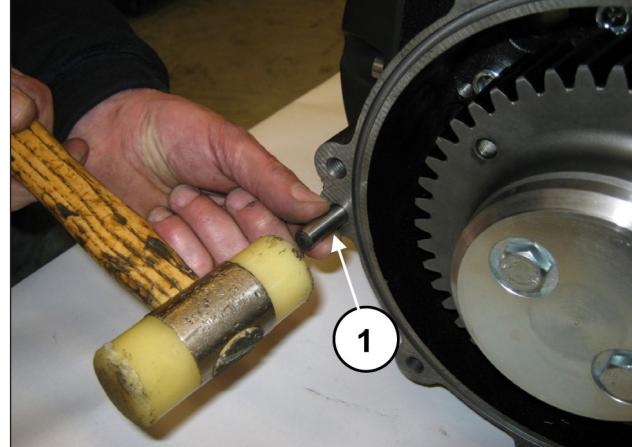
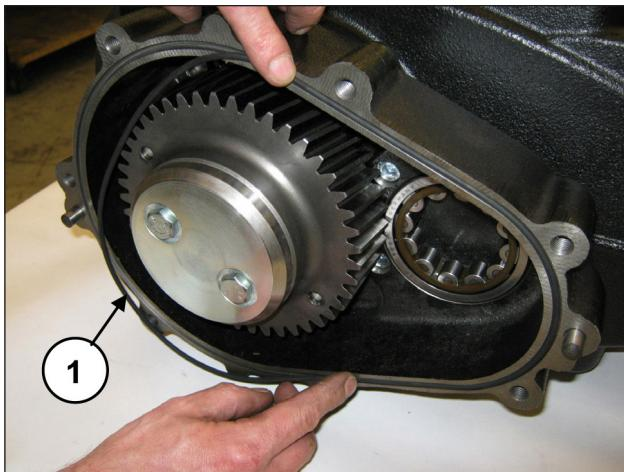

Fig. 78
Fig. 79
Appicare le spine Ø10x24 alla scatola riduttore (pos. ①, Fig. 78) e inserire l'O-ring (pos. ①, Fig. 79).